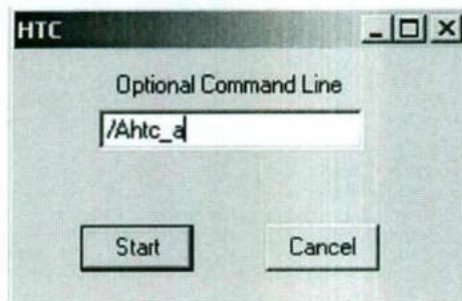

Figura 15-8: Ejemplo del HTC Mostrando el Parámetro /A
- ◇ en la figura 15-8, el tag HTC_A es un tag Digital Output